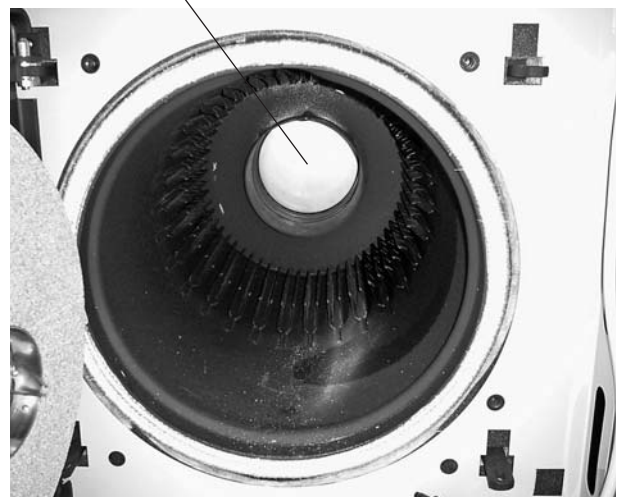

Abb. 14 Abgaswärmetauscher innen einsprayen
10. 1 x jährlich Abgaswärmetauscher innen mit Heizkesselreiniger Sotin 221 SM 94 (beiliegend) einsprayen – Abb. 14.